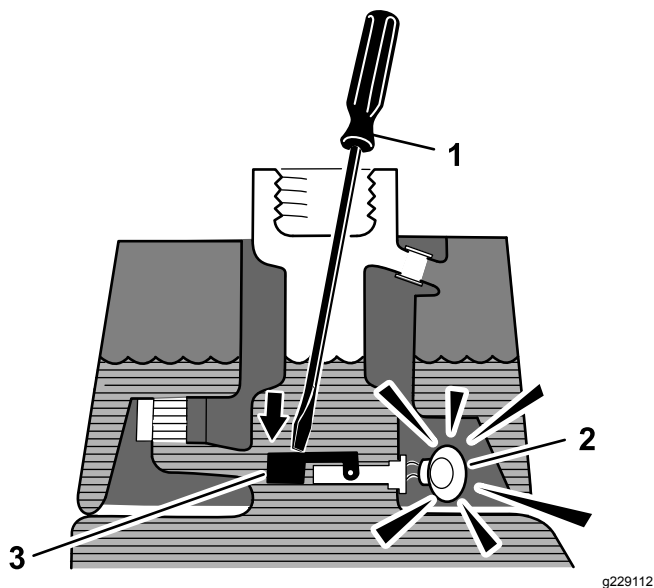

Figura 42
3. Introduzca una varilla o un destornillador limpio en el cuello del depósito y empuje hacia abajo, con cuidado, el flotador del sensor (Figura 42); debe sonar la alarma después de la demora de un segundo.